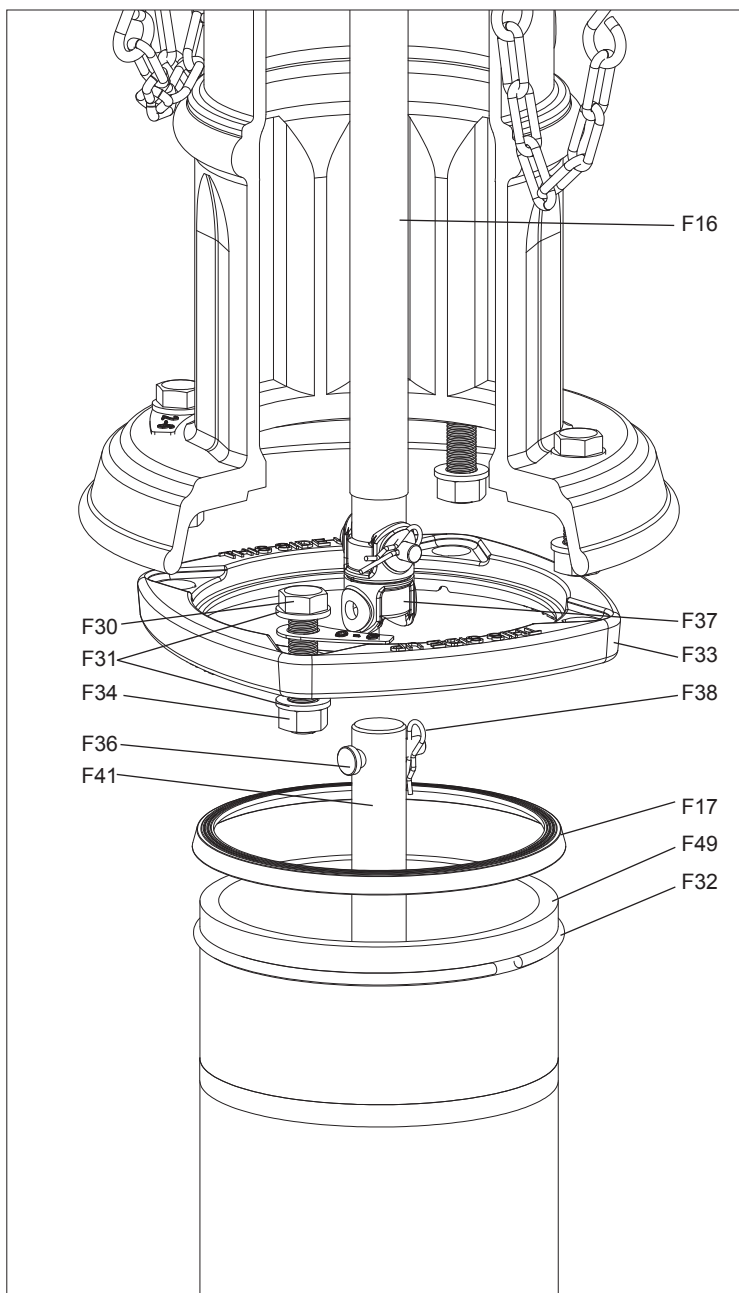

Fig. 8 KIT DE REPARACION DE TRAFICO
1. Retire el hardware (F30,31,34) de la brida rompible (F33). Deslice el anillo de bloqueo (F32) fuera del barril inferior (F49). (Ver Fig. 8)
ADVERTENCIA: Asegúrese de que la brida rompible (F33) esté hacia arriba, indicado con el texto "Este lado hacia arriba", mirando hacia la sección de la boquilla. (Ver Fig.8 y 9).